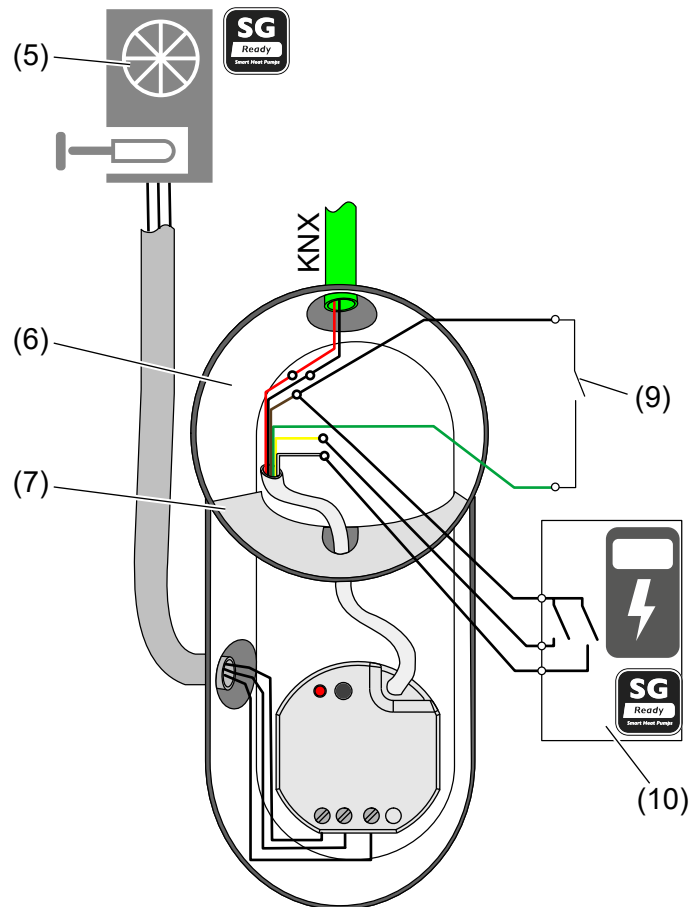

Bild 4: Montagebeispiel Anwendung 2
- Smart Grid Ready Schnittstelle eines Wechselrichters (10) an **E2**, **E3** und **COM** anschließen (siehe Bild 4).
- Bedarfsweise potentialfreien Kontakt (9) an **E1** und **COM** anschließen (siehe Bild 4).
- Gerät montieren (siehe Bild 4).